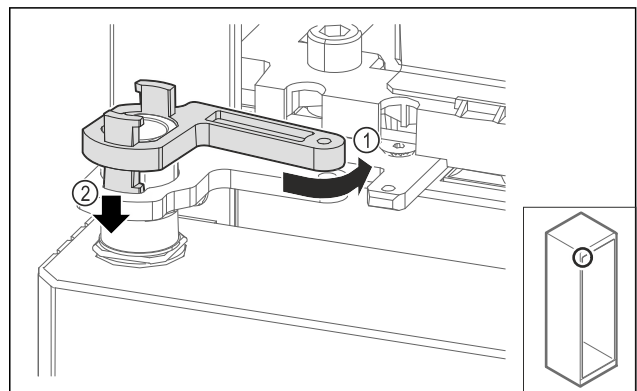

Fig. 67
- Tourner légèrement le verrouillage du support de palier vers l'arrière Fig. 67 (1), le pousser vers le bas Fig. 67 (2) et le verrouiller dans l'angle de la charnière.